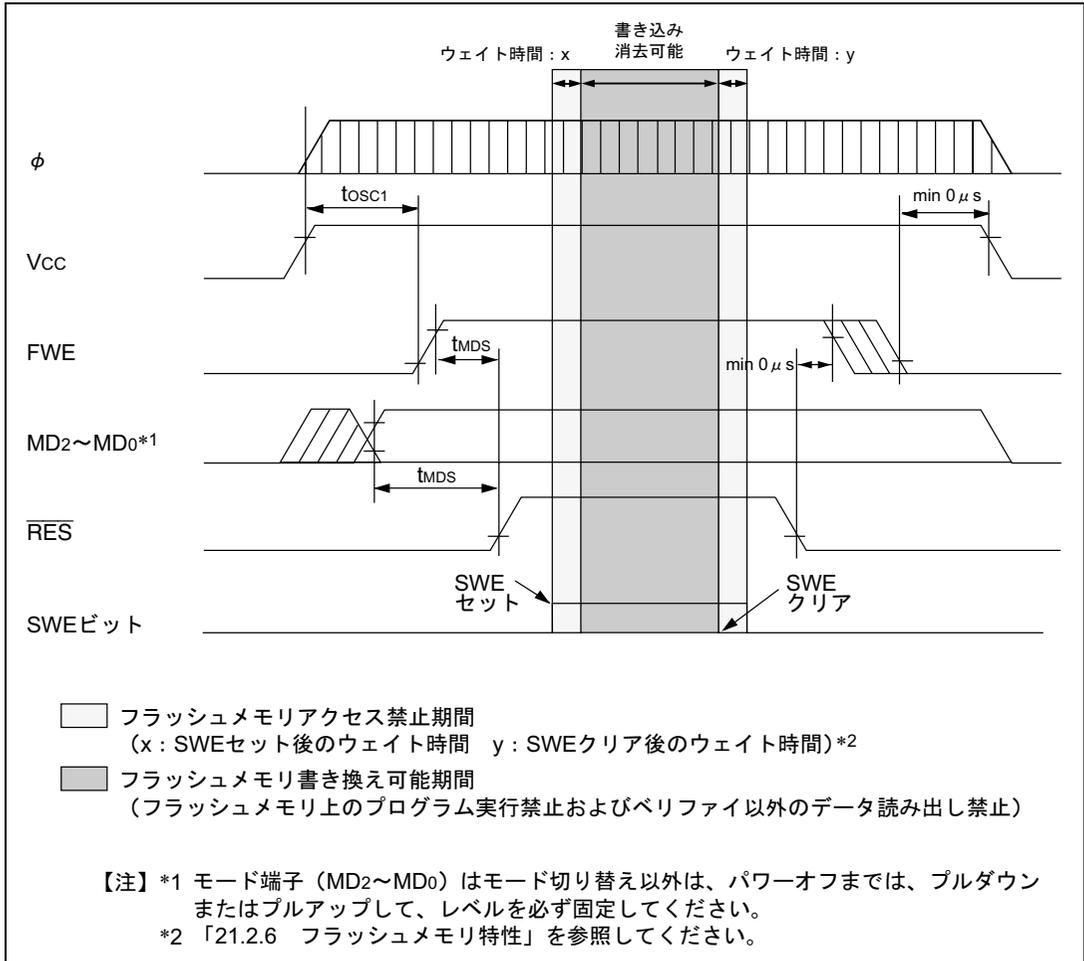

図 18.16 電源投入/切断タイミング (ブートモード)
### (2) 電源投入／切断時の注意（図 18.16～18.18 参照）